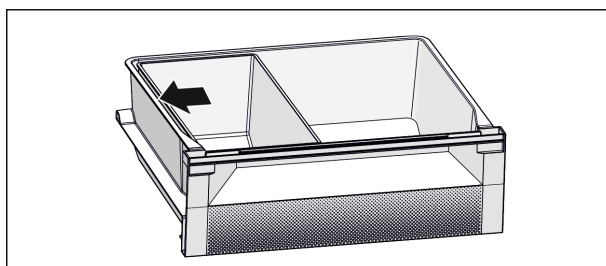

Fig. 7
- ▶ For en optimal kjølefunksjon: Plasser Fish & Seafood-skålen i henhold til illustrasjonen (se Fig. 7).